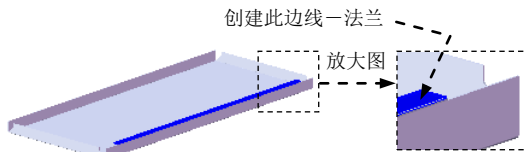

图 17.9.18 创建边线-法兰 5
Step6. 创建图 17.9.18 所示的边线法兰 5。
(1) 选择命令。选择下拉菜单 **插入(I)** → **钣金(B)** → **边线法兰(E)...** 命令, 系统弹出“边线法兰”对话框。